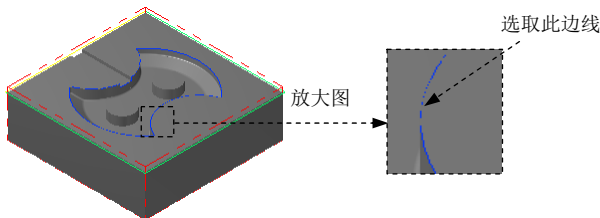

图 22.48 选取切削范围边线
(3) 在 **Containment boundary** 区域中单击 按钮, 系统弹出“串连选项”对话框。在图形区中选取图 22.48 所示的边线, 然后单击 按钮, 系统返回至“刀具路径的曲面选取”对话框。
(4) 单击 按钮, 完成加工区域的设置, 此时系统弹出“曲面精加工等高外形”对话框。